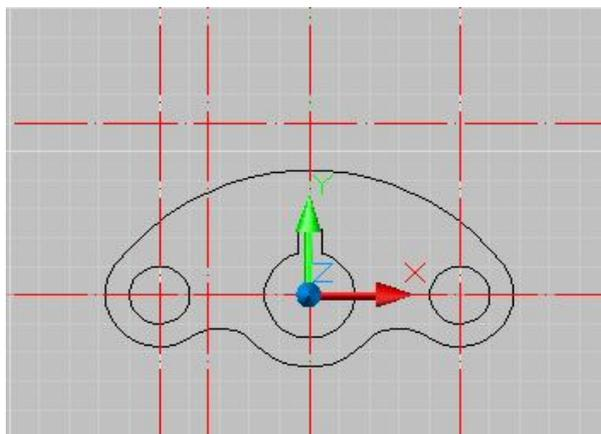

Рис. 9
12. Из точки начала координат в левую сторону откладываем отрезок. Выбираем команду , ставим первую точку, отводим указатель мыши влево и в командной строке вводим длину отрезка **34**, для утверждения команды нажимаем **enter**. Далее из полученной точки вверх откладываем отрезок. Выбираем команду , ставим первую точку, отводим указатель мыши вверх и в командной строке вводим длину отрезка **60**, для утверждения команды нажимаем **enter**. Через полученную точку проводим вертикальные и горизонтальные линии это будут новые осевые линии. Активируем кнопку  и в боковом меню выбираем **Вертикал**, подводим к нужной точки и нажимаем **enter** и аналогично **Горизонт** (см. рис.9).